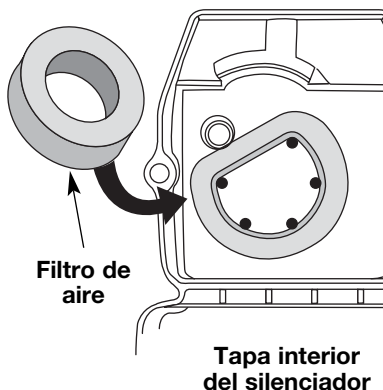

Fig. 33
2. Gire la tapa y ubique el filtro de aire adentro. Saque el filtro de aire de adentro de la tapa del filtro de aire / silenciador (Fig. 33).
6. Cambie el filtro de aire dentro de la tapa del filtro de aire / silenciador (Fig. 33).